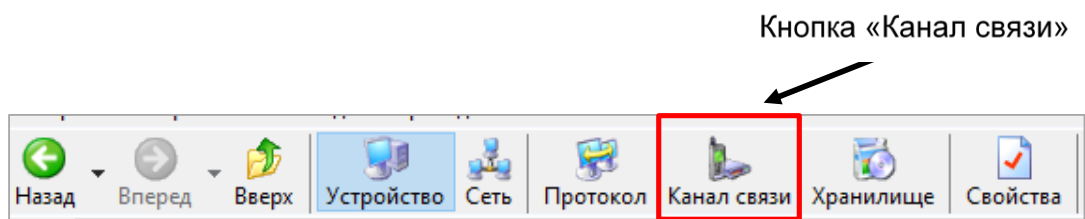

Рисунок 18 - Кнопка «Канал связи» на панели инструментов
5.3.4.3 Для настройки канала связи нажать на панели инструментов кнопку «Канал связи» (рисунок 18). В результате откроется окно «Справочник», которое показано на рисунке 19.